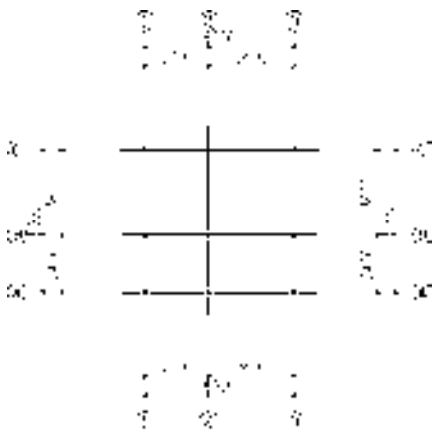

图 2-71 打开素材
1) 按〈Ctrl+O〉组合键，打开配套光盘提供的“第 2 章/2.4.6 轴号隐现.dwg”素材文件，结果如图 2-71 所示。